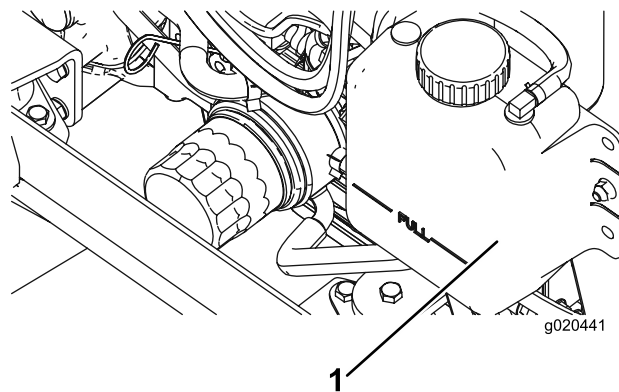

Figura 110
1. Retire cuidadosamente a tampa do radiador e a tampa do depósito de expansão (Figura 110).